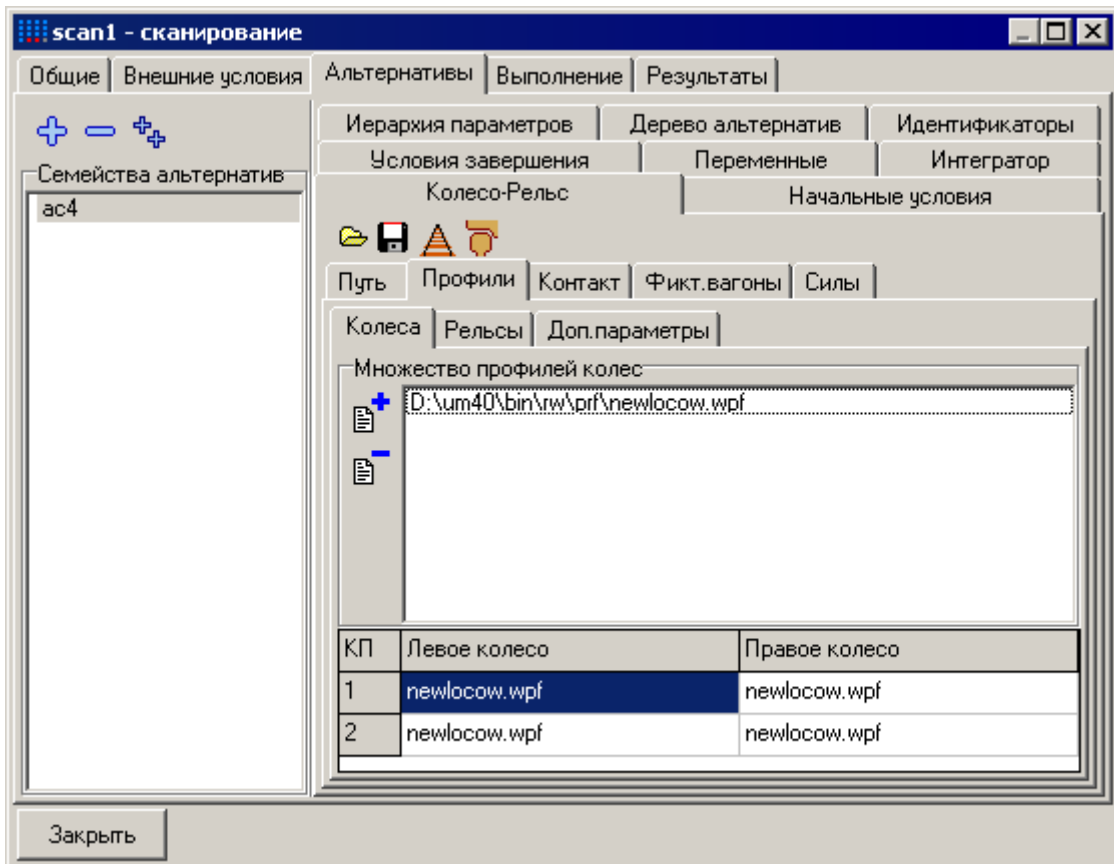

Рис. 3.11. Настройка профилей колес и рельсов
3. Перейдите на закладку **Колесо-Рельс / Профили / Колеса**. Добавьте файл **newlocow.wpf** и установите его в качестве профиля для всех колес (см. рис. 3.11).